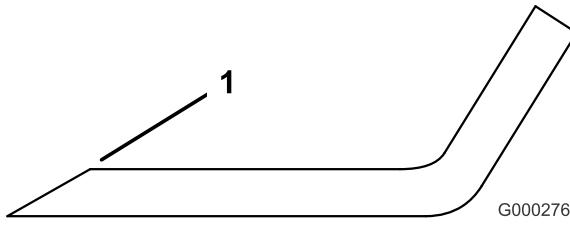

Bild 60
1. Schärfen Sie die Schnittkante an beiden Enden des Schnittmessers mit einer Feile (Bild 60). Behalten Sie den ursprünglichen Winkel bei. Das Schnittmesser behält seine Auswuchtung bei, wenn von beiden Schnittkanten die gleiche Materialmenge entfernt wird.